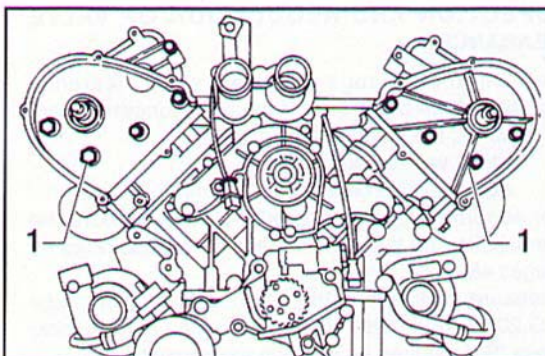

Fig. 233 ▲
- applicare il sigillante Loctite 971 sulle due viti più in basso (1), quindi avvitare le viti di fissaggio dei coperchi anteriori teste cilindri (**Fig. 233**);
- apply some Loctite 971 on the two bottommost screws (1), tighten the screws securing the cylinder head front covers (**Fig. 233**);